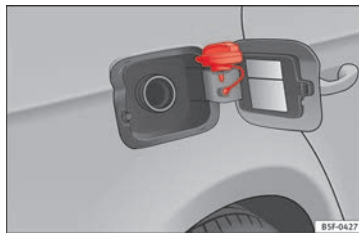

Bild 58 Tanklocket fäst på tankluckan
- Placera det i fästet på den öppna tankluckan » **bild 58**.